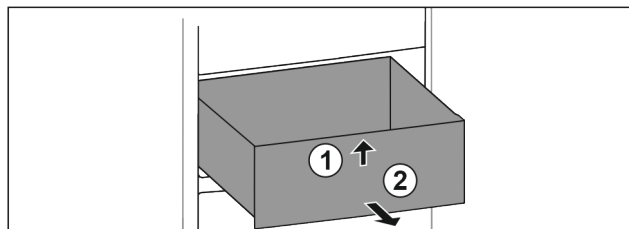

Fig. 84
- ▶ Predal spredaj dvignite. Fig. 84 (1)
- ▶ Predal vzemite ven v smeri naprej. Fig. 84 (2)